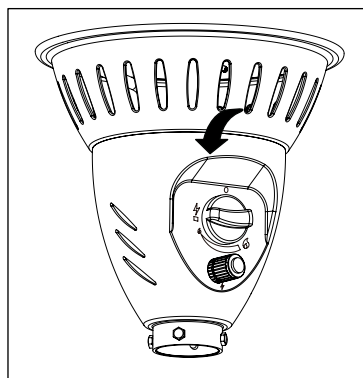

Figura 2
4. Presione y gire la perilla de control hacia la izquierda para “PILOTO” () (Figura 2).